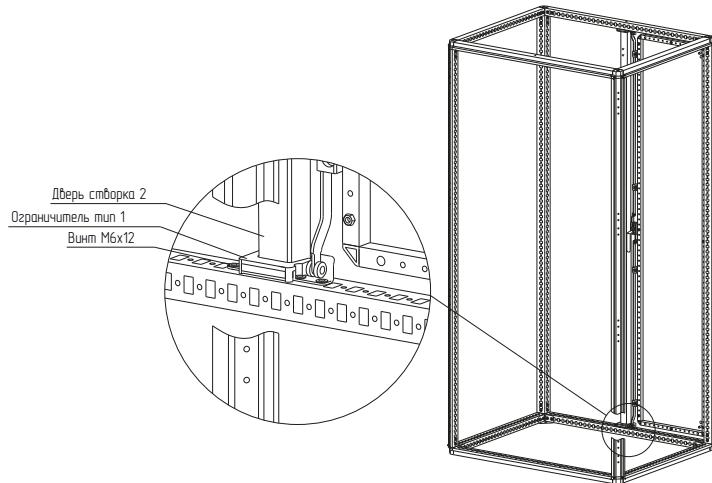

Рисунок 3
4.1.4 Установить ограничители сверху и снизу каркаса (рисунок 3). Для крепления использовать винты самонарезающие M6×12. Момент затяжки – 7 Н·м.